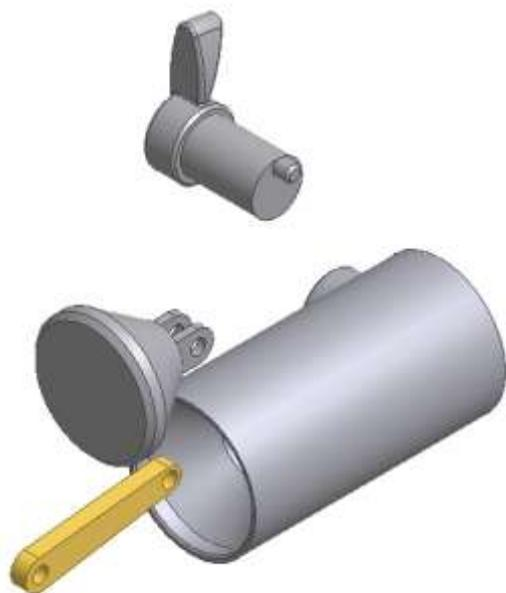

Рис. 73
• Вставьте нужное количество деталей, нажмите левую кнопку мыши и выберите пункт **Завершить** (рис. 73).